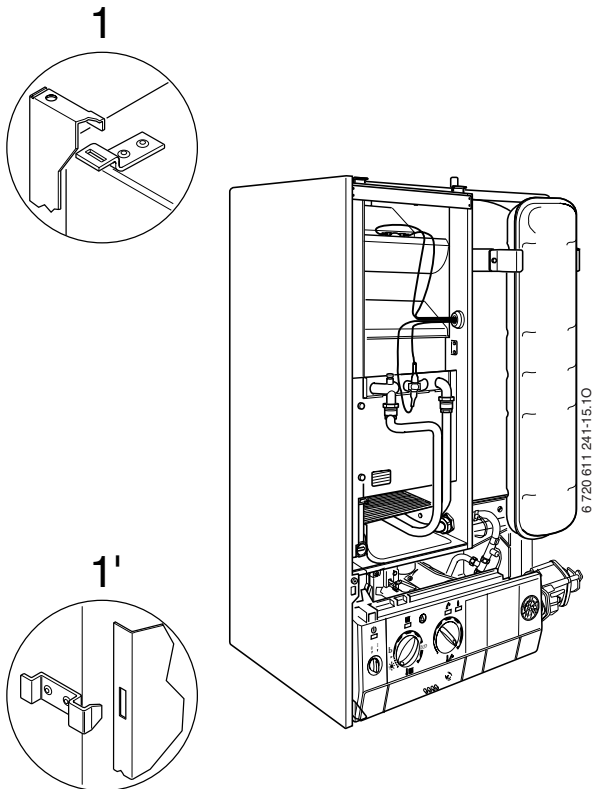

Fig. 12
- Introducir los ganchos de planchas, de la carcasa izquierda, en los taladros del ojal (1), que se encuentran en la parte superior, e introducir, también el gancho de planchas (1'), situado en la parte baja izquierda (junto al bastidor) en el taladro del ojal, que se encuentra en el lateral izquierdo (lado junto al muro) seguir fig. 12.